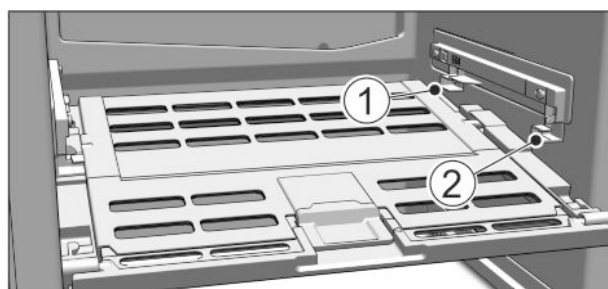

Fig. 10
▶ Inserire il coperchio cassetto Safe per frutta e verdura: inserire le nervature del coperchio dal basso nel supporto inferiore Fig. 10 (1) e inserire anteriormente nel supporto Fig. 10 (2).